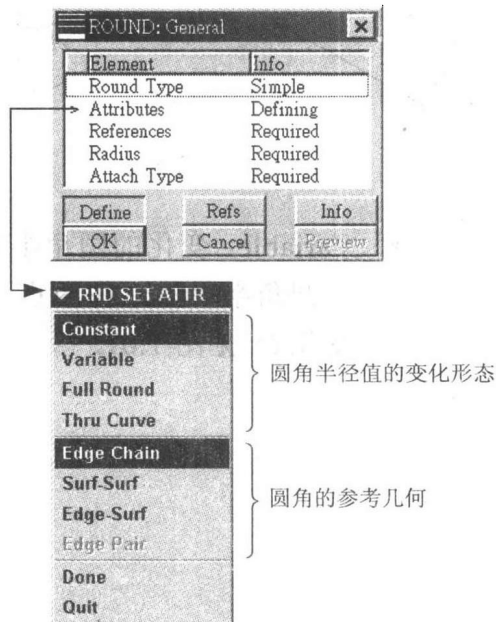

图 1.4
1. Attributes (属性) — 用以指定下列两项数据 (见图 1.4):